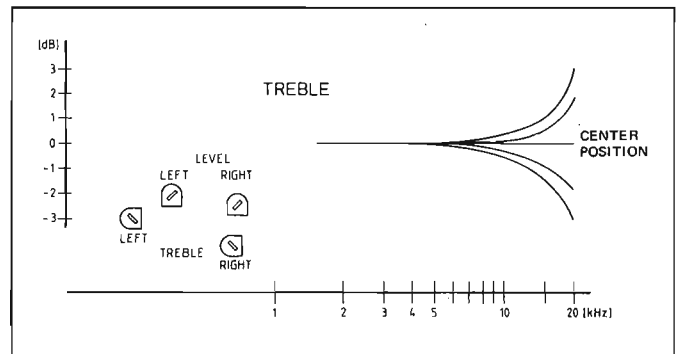

Fig. 5.3
- Pour le son de référence (250 nW/m), régler sur une tension de sortie de +2 dBu (0,97 V) à l'aide du potentiomètre d'équilibrage R36 ou R81 (niveau (Fig. 5.3))
- A l'aide du potentiomètre d'équilibrage R39 ou R82 (treble), pour 16 kHz, régler sur une courbe de réponse de lecture linéaire (Fig. 5.3)